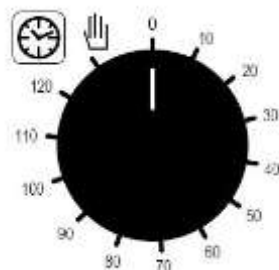

Fig. 1
**Programmazione tempo di cottura** - La messa in funzione del forno si effettua ruotando la manopola del programmatore (Fig. 1) in corrispondenza del simbolo  (funzionamento continuato) o in corrispondenza del tempo scelto per la cottura (fino a 120 minuti); nel secondo caso la fine della cottura viene segnalata dallo spegnimento automatico del forno.